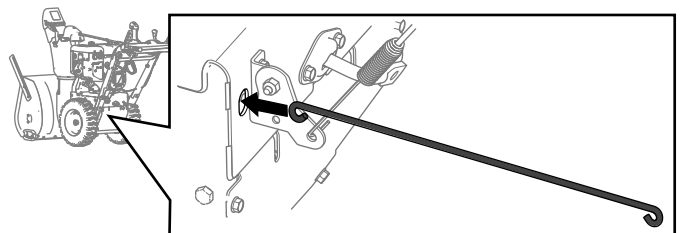

**Figuur 10**
- Verbind het andere uiteinde van de stang met de nieuwe tractieplaat; gebruik hierbij een bijgeleverde bout en moer (zie Figuur 10).